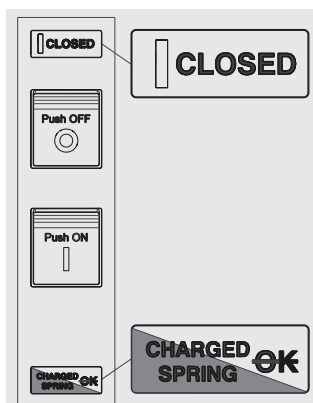

图 32
4. 断路器处于合闸状态，弹簧储能，合闸未准备就绪（请查阅 图 32）。合闸后出现该状态（请查阅第4步断路器分闸合闸的人工操作）可通过人工或者电机（如有配置）自动为弹簧重新储能。